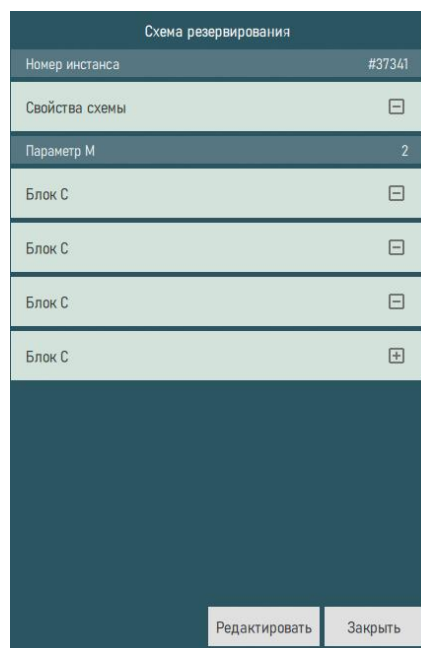

Рисунок 316 – Изменение параметра М
1) Выделить на схеме соединение блоков m из n двойным нажатием. В результате в правой части окна откроется окно «Схема резервирования» (рисунок 316).